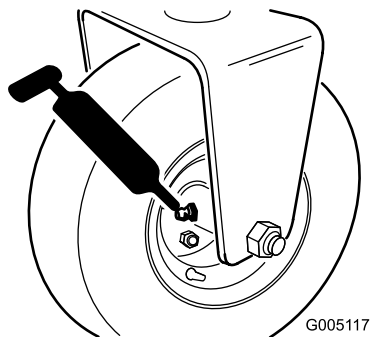

図 36
- 後ローラハブ・アセンブリ3輪駆動キットを搭載している場合には、後ローラクラッチと外部ボールベアリングか所 図 36